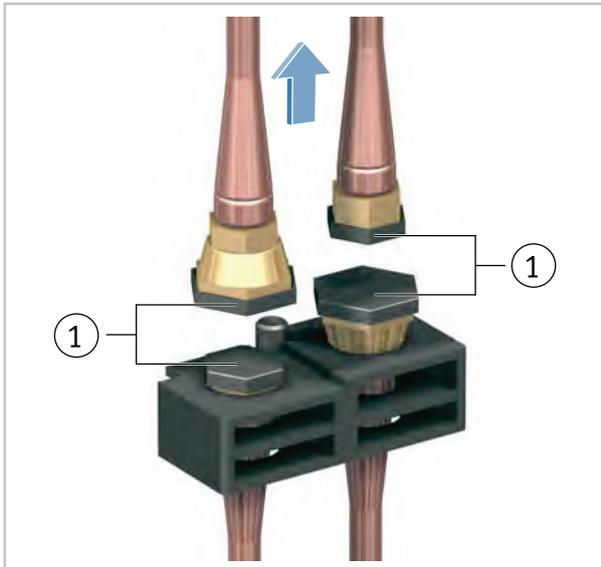

Abb. 16: Schutzkappen aufschrauben
- 13. ▶ Schrauben Sie die im Lieferumfang enthaltenen Schutzkappen auf die 4 Kupplungshälften (Abb. 16).